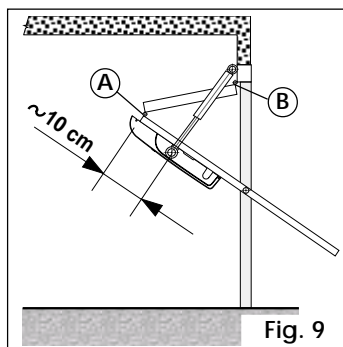

Fig. 9
• **double section garage door (Fig. 9)**